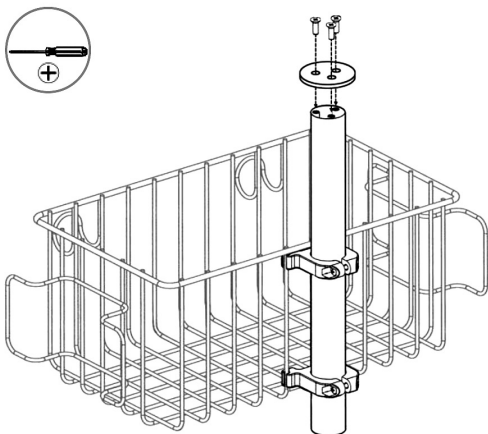

Figure 6 • Figure 6 • Abbildung 6 • Figura 6 • Figura 6 • Afbeelding 6
1. Прикрепите верхнюю пластину к верхней части стойки с помощью трех винтов из комплекта (См. страницу 22, рисунок 6).
1. トッププレートを付属のねじ3本でボールの最上端に取り付けます（22ページ、図6を参照）。
1. 使用三个配套的螺丝, 将顶板连接到支架杆的顶部 (请参阅第 22 页, 图 6)。
• Figur 6 • Figur 6 • Εικόνα 6 • Figura 6 • Obrázek 6 • 6. ábra • Rysunek 6
• 6. attēls • Şekil 6 • Рисунок 6 • 图6 • 图 6